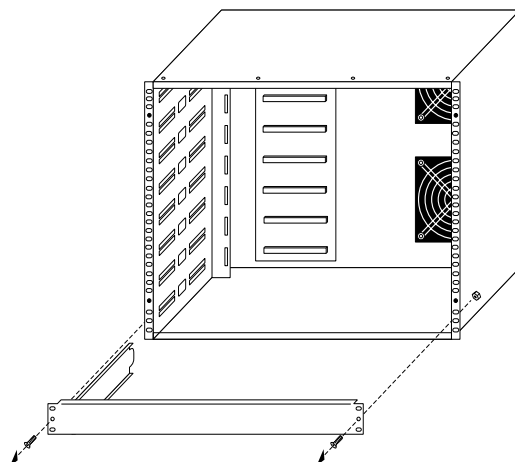

図 1.8 AT-CTSR4-1R1、AT-CTSR8-1R2 (19 インチラック取付け用シャーシ) のすべてのフェースプレートの取りはずし
- 1) フェースプレートをすべて取りはずします (図 1.8 参照)。